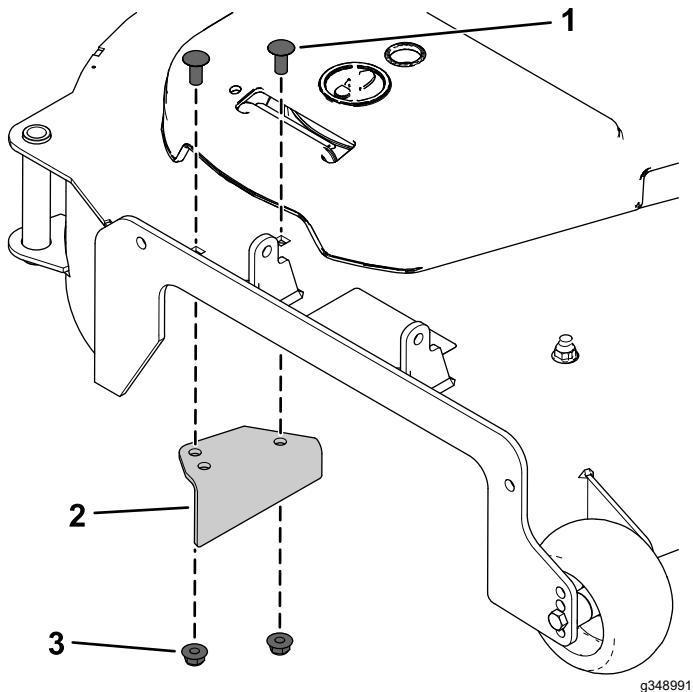

Figura 6
4. Instale el nuevo deflector de descarga con 2 pernos de cuello cuadrado ($\frac{3}{8}$ " x $\frac{7}{8}$ ") y 2 contratuerzas ($\frac{3}{8}"), tal y como se muestra en la Figura 6.$